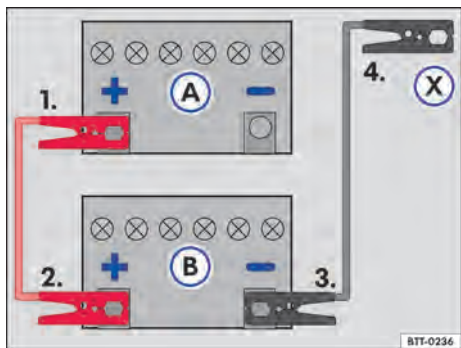

Fig. 165 Esquema para la conexión de los cables de arranque auxiliar: batería del vehículo descargada (A) batería del vehículo que provee la corriente (B).
Legenda para→ fig. 165:
Conectar el cable de arranque auxiliar solo en la secuencia 1 – 2 – 3 – 4 → fig. 165.
culo con la batería descargada → fig. 165 (A) → ⚠.
- Conectar la otra extremidad del cable de arranque auxiliar rojo al polo positivo (+) del vehículo que suministra la corriente (B).
- Conectar una extremidad del cable de arranque auxiliar negro al polo negativo de la batería del vehículo que suministra la corriente (B).
- Conectar la otra extremidad del cable de arranque auxiliar negro (X) al vehículo con la batería descargada en el punto de ayuda de arranque (conexión a masa) o en una pieza de metal atornillada firmemente en el bloque motor – pero no cercana a la batería (A) → ⚠.